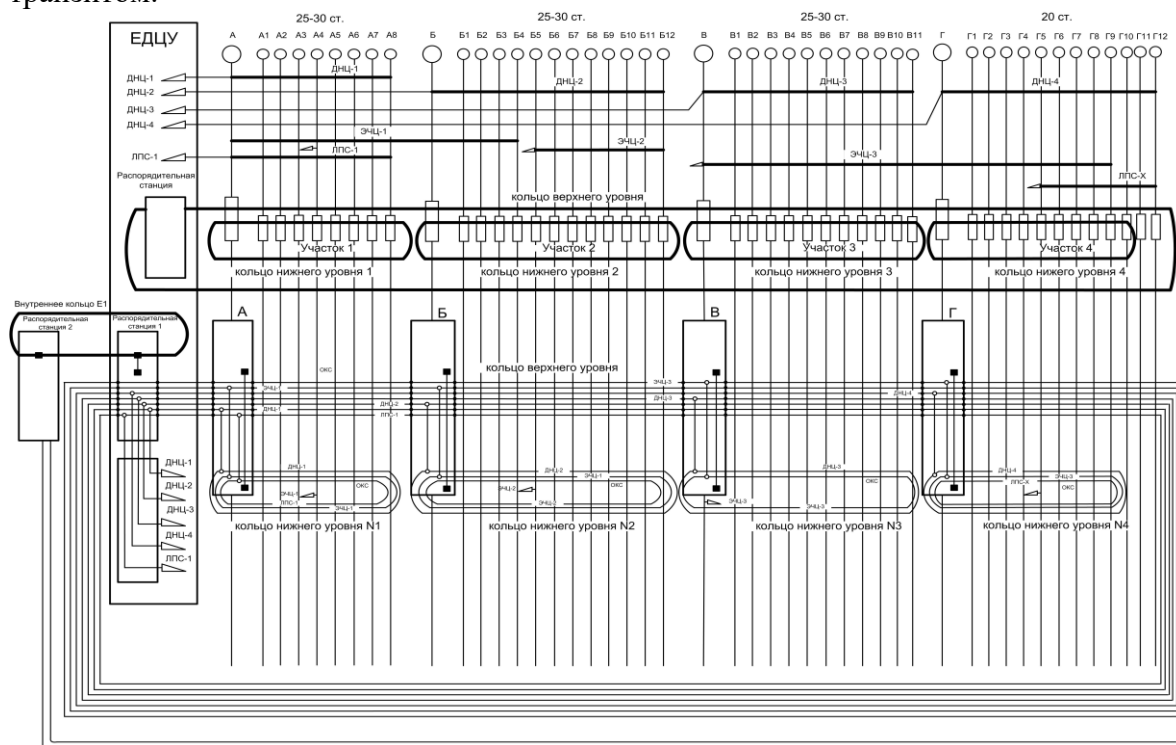

Рисунок 5 - Двухуровневая структура сети
Дидактические материалы: структурные схемы цифровой сети одного из направлений железной дороги (рис. 5).
Цифровая сеть технологической электросвязи строится с использованием первичных цифровых каналов (ПЦК), канала Е1 сети технологической связи центрального и регионального уровней в соответствии с отраслевым стандартом ОСТ 32.145-2000. Базовой структурой сети ТЭС является двухуровневая кольцевая структура, состоящая из колец нижнего и верхнего уровней (рис. 5).
2. На заданной структурной схеме цифровой сети технологической электросвязи (рисунок 5) выделите разным цветом кольца нижнего, верхнего уровней и «внутреннее» кольцо, при этом в кольце верхнего уровня выделите соответствующим цветом каналы Е1, связанные с кольцами нижнего уровня.